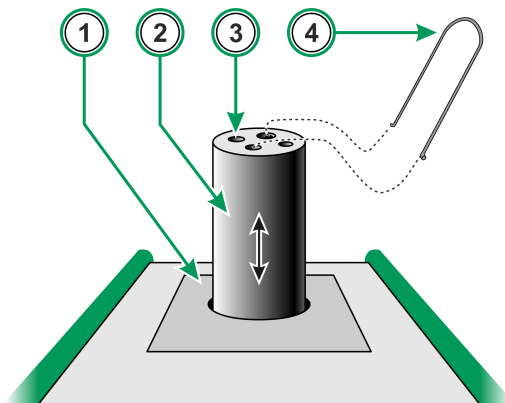

Abbildung 3: MC6-T, Draufsicht
1. **Temperaturblock**. Siehe auch Abbildung 3: MC6-T, Draufsicht auf Seite 23.
10. **Spannungs-, Frequenz- und Schalt-Eingang (IN)**.
11. **Strommessungs-, Gleichstromversorgungs-, HART[®]- und Feldbus-Anschluss (IN)**.